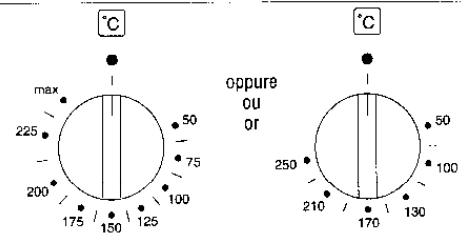
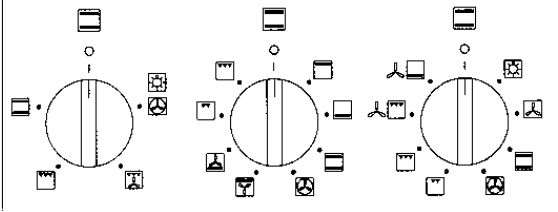

Fig. 9
Fig. 10
- 1- Sélectionner le type de cuisson (fig. 10) et la température (fig. 11).
- 1- Sélectionner le type de cuisson (fig. 10) et la température (fig. 9 ou 11).